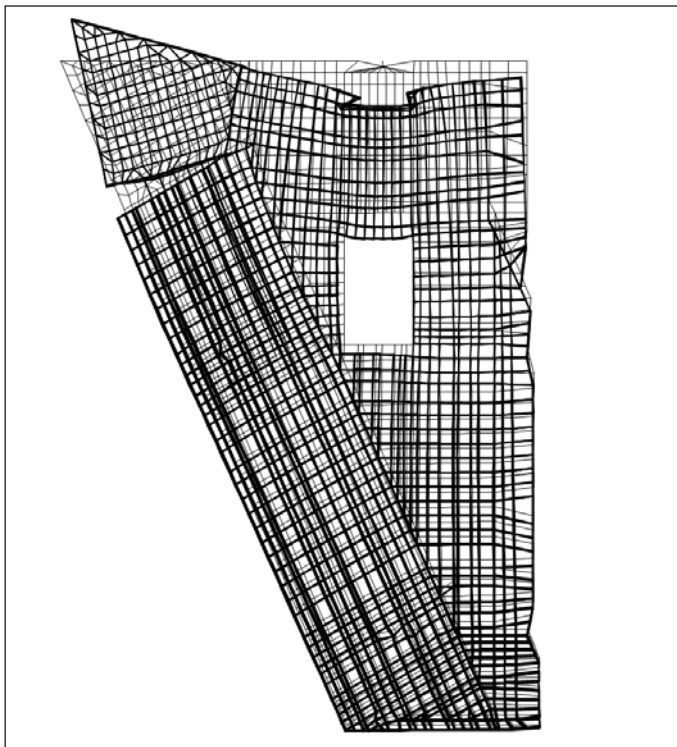

Рис. 3. Деформированное состояние (масштаб перемещений увеличен)
а) не подтвердились предположения проектировщиков о передаче горизонтальной компоненты усилий на бетон по центру вертикальной площадки и о равномерной передаче усилий на анкерные болты. На это указывает поворот закладной детали (рис. 3), образование клиновидной
5. Учитывая появление клиновидного зазора между закладной деталью и железобетонной стеной (рис. 3), омоноличивать это место нецелесообразно, поскольку здесь в бетоне омоноличивания возможно раскрытие трещин.